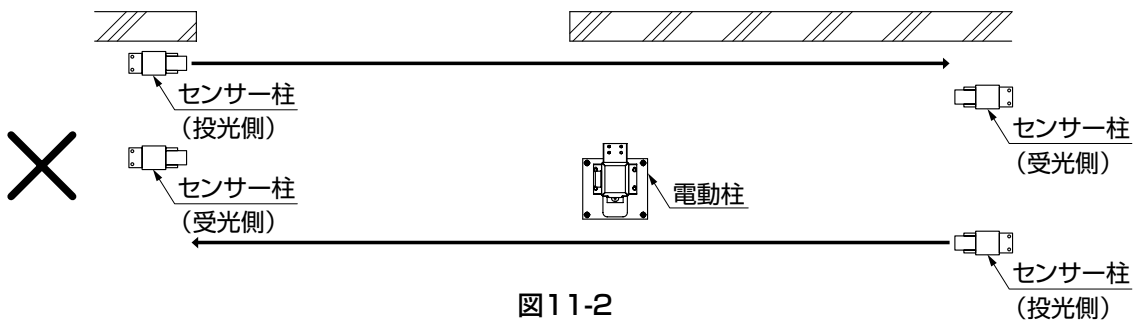

図11-2
- センサーの特性上、図11-2、11-3のような組付け時には、センサーが誤作動したり、引戸が開閉しなくなりますのでセンサーは必ず光軸を合わせて取付けてください。（図11-2、11-3参照）